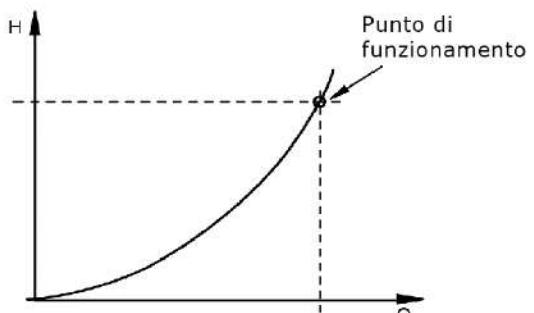

Fig.1 System characteristic
Inserire la portata massima richiesta (Q) sull'asse X e le perdite di pressione massime (H) sull'asse Y. Vedere la Fig. 1 .